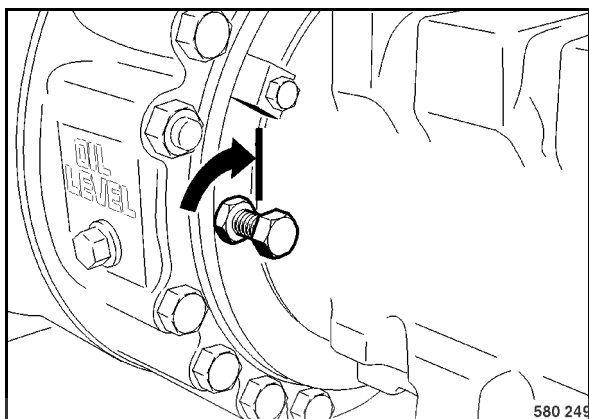

Fig. 111
- Revisser les vis de desserrage du frein (Fig. 111) jusqu'en butée dans le piston de frein.